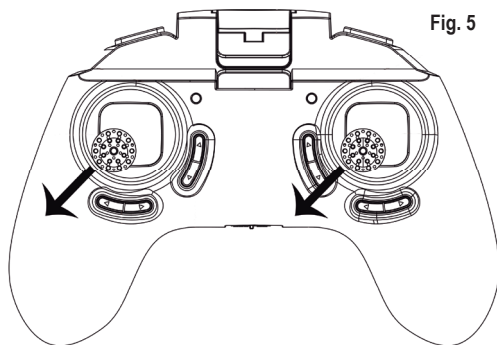

Fig. 5
- Actionnez les 2 manettes dans le sens indiqué par les flèches sur les illustrations (Fig. 5) ; les lumières du quadricoptère se mettent à clignoter rapidement, indiquant que le processus de réinitialisation est en cours.